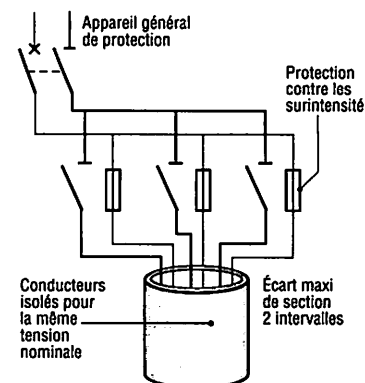

Fig. 15 : Un seul circuit par conduit ou goulotte sauf dérogations...
- b) **Dérogation à la règle ci-dessus dans les conditions suivantes (fig. 15).**